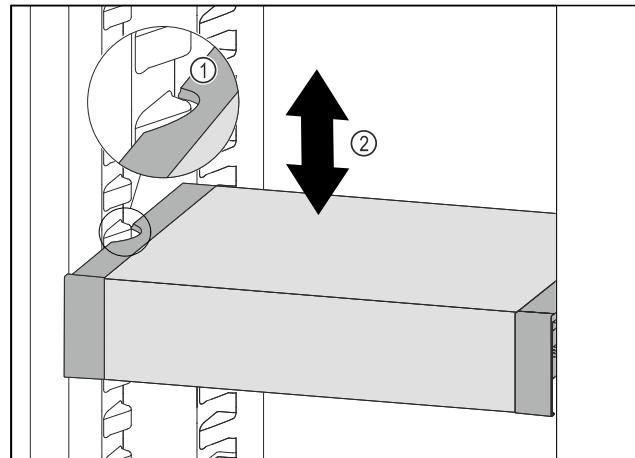

Fig. 63
- Потягнути VarioSafe вперед, поки бокові заглиблення VarioSafe не опиняться на рівні ребра для резервуара в охолоджувальному відділенні. Fig. 63 (1)
- Пересувайте VarioSafe вгору або вниз в охолоджувальному відділенні до тих пір, поки не досягнете бажаної висоти. Fig. 63 (2)